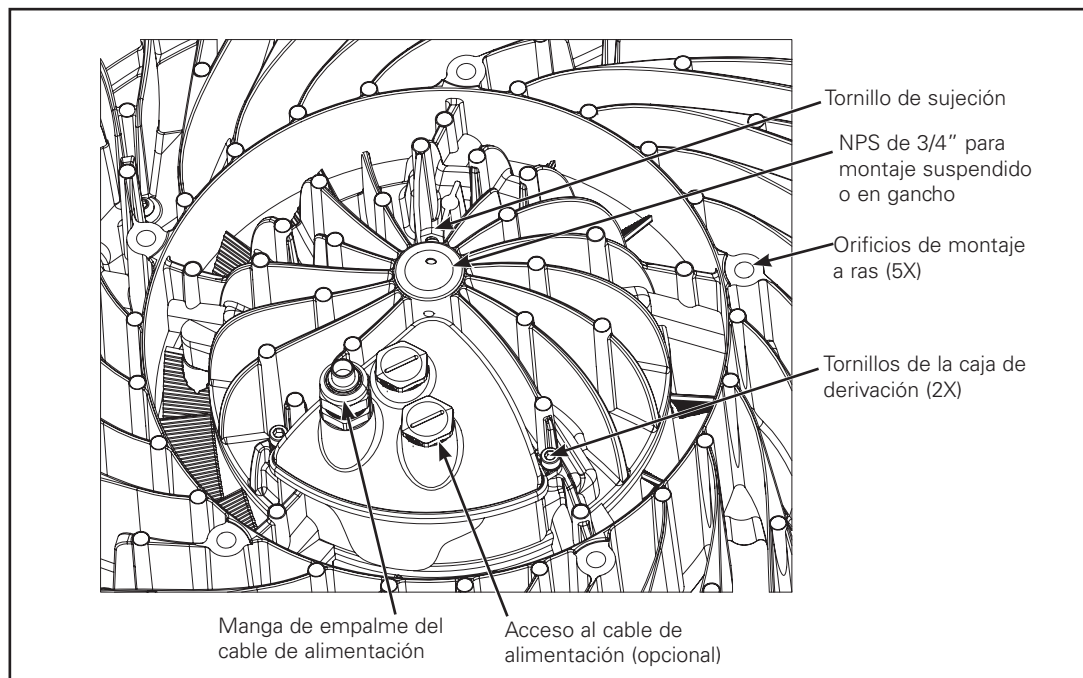

Figura 2.
1. Retire los dos tornillos de la caja de derivación usando una llave Allen hexagonal de 3/16" (Figura 2).